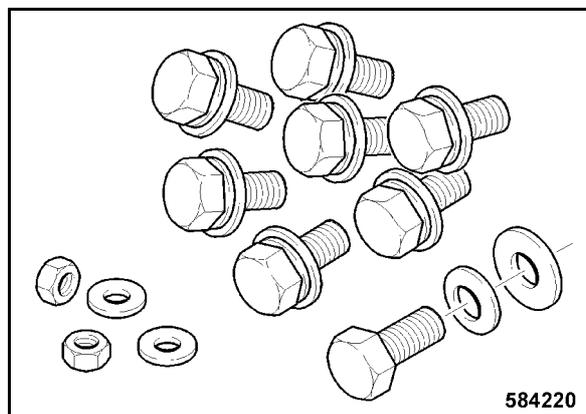

Рис. 204
- Проверить наличие всех крепежных винтов, шайб, распорных шайб и гаек для крепления кабины (Рис. 204).